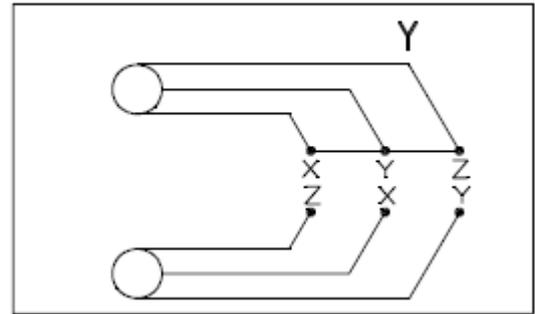

Abbildung 5.4-1: Verdrahtung im Klemmenkasten des Elektromotors
- Öffnen Sie den Klemmenkasten des Elektromotors und montieren Sie die Verteiler wie in Abbildung 5.4-1 dargestellt.